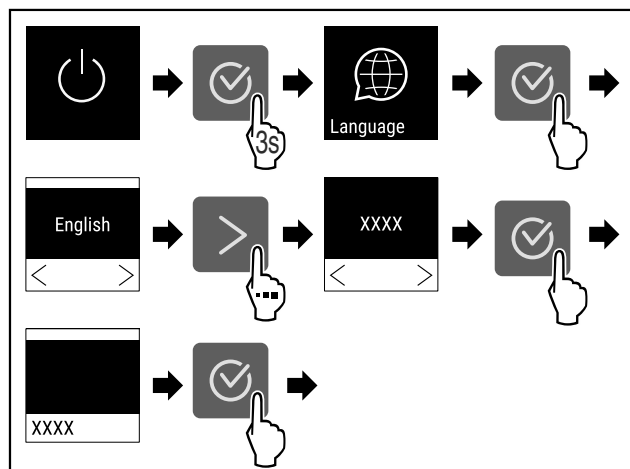

Fig. 47
- ▶ Végezze el a gyakorlati lépéseket (lásd Fig. 47).